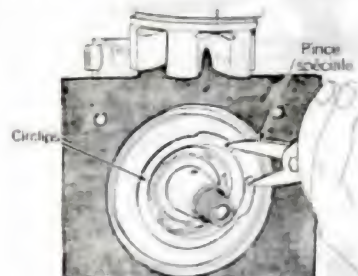

Fig. 19.
- Enlever le circlips de maintien (fig. 19) avec prudence (**force de compression importante**) et la rondelle ressort de l'arbre d'entraînement.